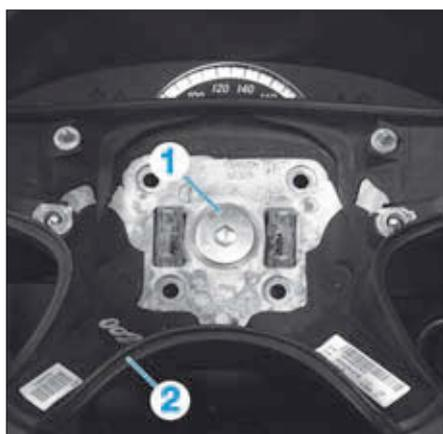

FIG. 1
- Déposer (Fig.1) :
- la vis de volant (1),
- le volant (2).